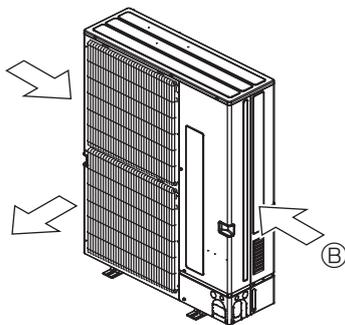

Fig. 2-16
- Placer l'appareil de sorte que la sortie d'air souffle dans la direction perpendiculaire à celle des vents saisonniers, si celle-ci est connue. (Fig. 2-16)